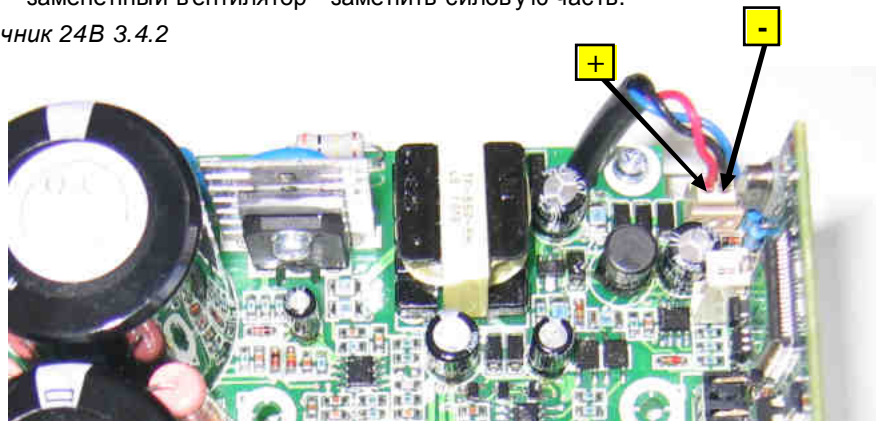

Рис. 4.10 Диагностика вентилятора
4.8.2. Подключить розетку кабеля вентилятора к источнику постоянного напряжения 24 В, соблюдая полярность («+» красный провод, «-» чёрный, см. рис. 4.10), подать напряжение. Если вентилятор не вращается, заменить его на новый. Если не вращается замененный вентилятор - заменить силовую часть.